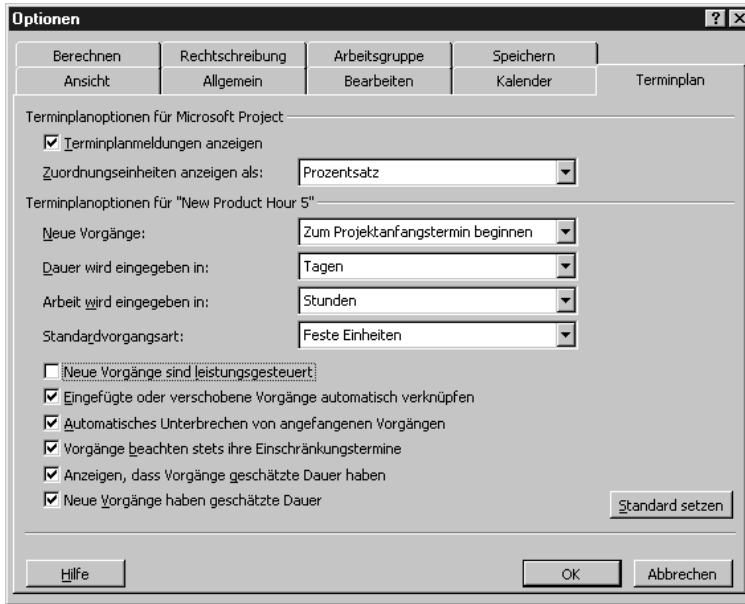

Abbildung 4.9:
1. Gehen Sie zu EXTRAS, OPTIONEN, um das Dialogfeld OPTIONEN anzuzeigen. Wählen Sie die Registerkarte TERMINPLAN aus (siehe Abbildung 4.9).